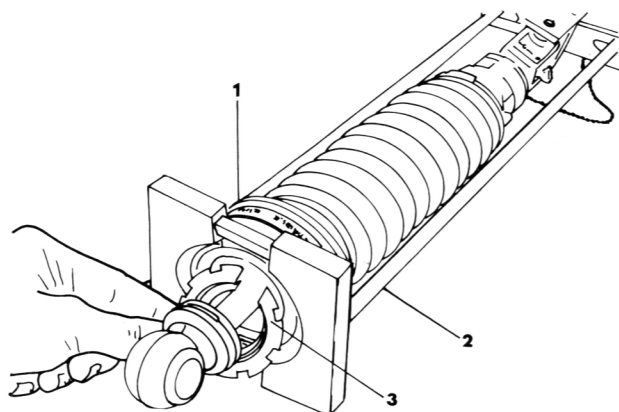

Bild 181
- Die Feder des Stossdämpfers soweit zusammendrücken, um den Einsteller und die Teile zu entfernen (Bild 181).